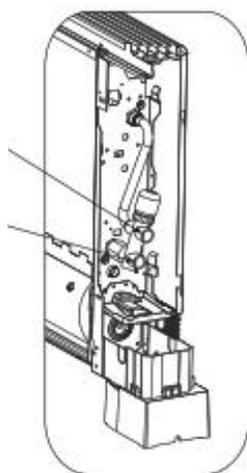
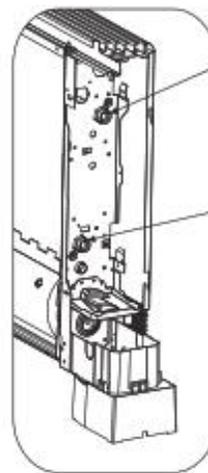

Fig. 13
Fig. 14
4.4.1 Reportez-vous aux Fig.13 et Fig.14 pour connecter les lignes d'entrée et de sortie.